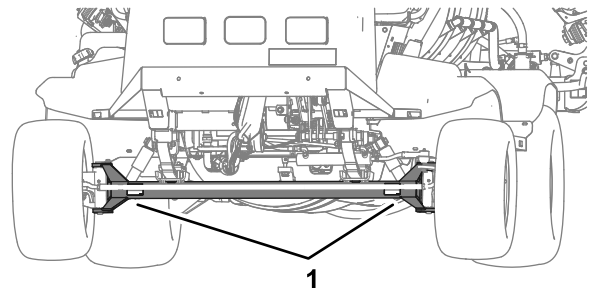
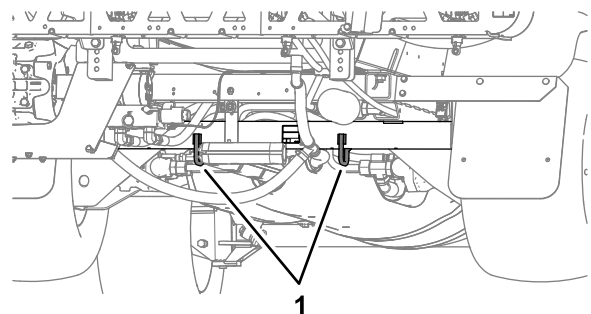

Figura 53
Figura 54
- Legai în sigurană maina de vehiculul de transport; Figura 53 i Figura 54 ilustrează punctele de legare ale mainii.